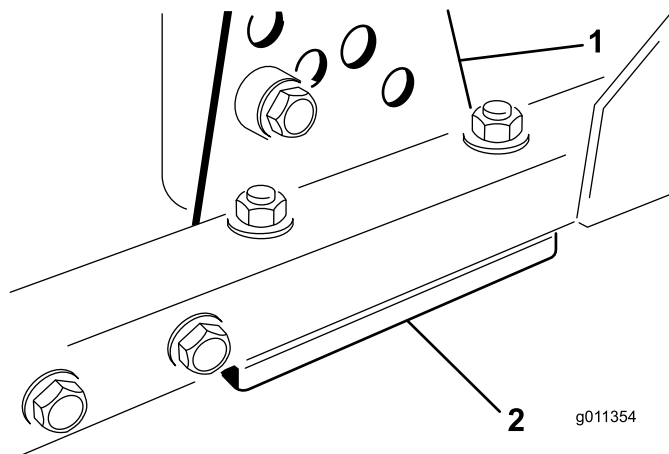

図 97
1. 刈り高ブラケット前、左、右のうち1つをカッティングユニットのフレームから外す図 97。
2. カッティングユニットのフレームとブラケットとの間に厚さ 1.5 mm または 0.7 mm のシム、場合によってはこれらの両方を挿入して、希望する刈高を達成する図 97。